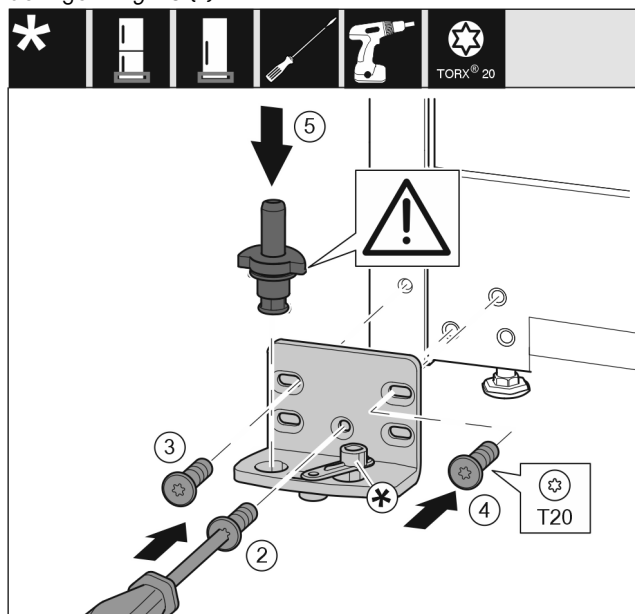

Fig. 19
- ▶ Sätt på lagerbocken på andra sidan och skruva fast den med hjälp av en skruvmejsel T20. Börja med skruv 2 längst ner i mitten. Fig. 19 (2)
- ▶ Dra åt skruvarna 3 och 4. Fig. 19 (3,4)
- ▶ Sätt in lagerbulten helt och hållet. Se till att låskammen är vänt bakåt. Fig. 19 (5)